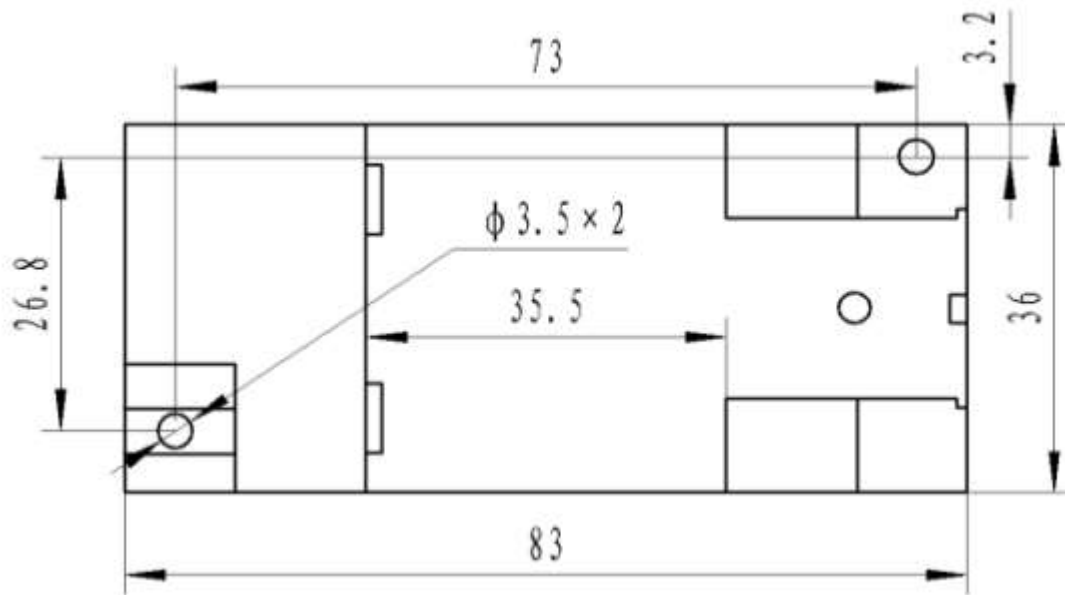

图 4： 安装尺寸图
产品采用 DIN35 导轨式安装或螺钉固定安装，其安装尺寸 如图 4 所示。
- ① 把变送器固定卡槽一侧勾在安装导轨上；
- ② 向下牵动弹簧销；
- ③ 使变送器卡口套在安装导轨上；
- ④ 松开弹簧销，变送器卡在安装导轨上。
- ① 按图 4 所示的螺孔位置在固定板上打直径 3mm 孔；
- ② 使用 $\Phi 3$ 的螺钉插入孔中固定。